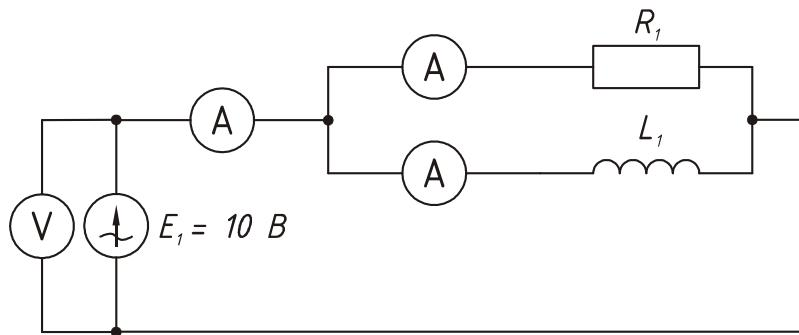

Рис.3.2.
4. Собрать схему в соответствии с рис. 3.2. Устанавливая индуктивность в соответствии с таблицей 3.2 записать значения токов и напряжений с указательных приборов. ($R_1 = 100 \Omega$)